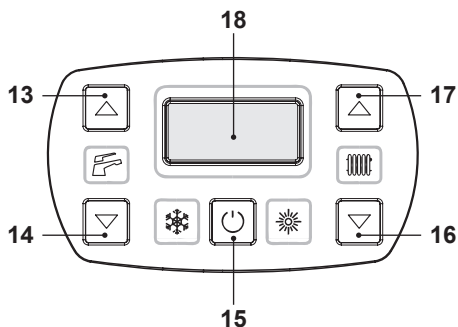

Figura 7.2
- Entre en la "modalidad de programación" pulsando simultáneamente durante 10 segundos los botones 15 - 16 - 17 (Figura 7.2) hasta que aparezcan en la pantalla LCD las letras **Pr** alternadas con el código 01, que indican la entrada en el "parámetro 01" (Figura 7.3).
- Pulse simultáneamente los botones 16 y 17 (Figura 7.2) hasta que aparezcan en la pantalla LCD las letras **LP** alternadas con el valor de temperatura del agua de calefacción (ej. **45**), que indican la entrada en la activación de la "función deshollinador" a la potencia mínima (Figura 7.4).
- Pulse el botón 16 (Figura 7.2) hasta que aparezcan en la pantalla LCD las letras **LP** alternadas con el valor de temperatura del agua de calefacción (ej. **60**), que indican la entrada en la activación de la "función deshollinador" a la potencia mínima para agua sanitaria (Figura 7.7).
- Apague la caldera manteniendo pulsado durante 2 segundos el botón 15 (Figura 7.2) hasta que aparezca en la pantalla LCD el símbolo **— —** (Figura 7.8).